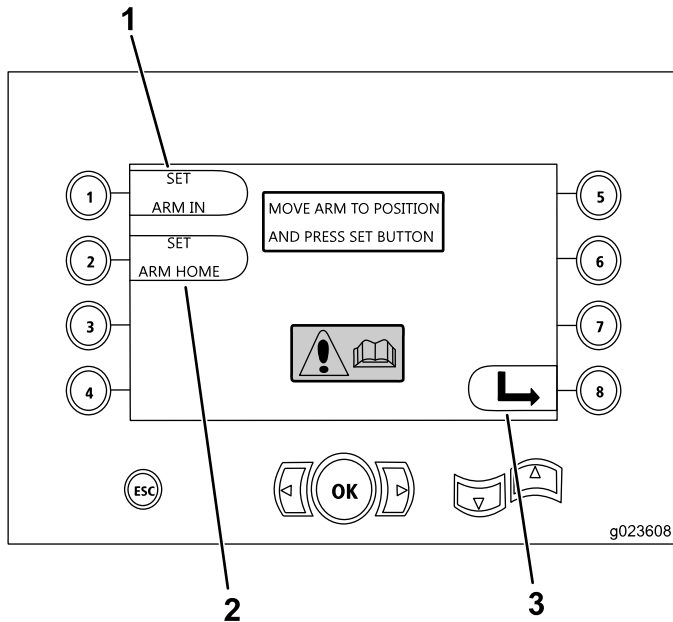

Figura 31
- Botón 1 – Fijar el brazo en la posición de Dentro (Figura 31)
- Botón 2 – Fijar el brazo en la posición de Inicio (Figura 31)